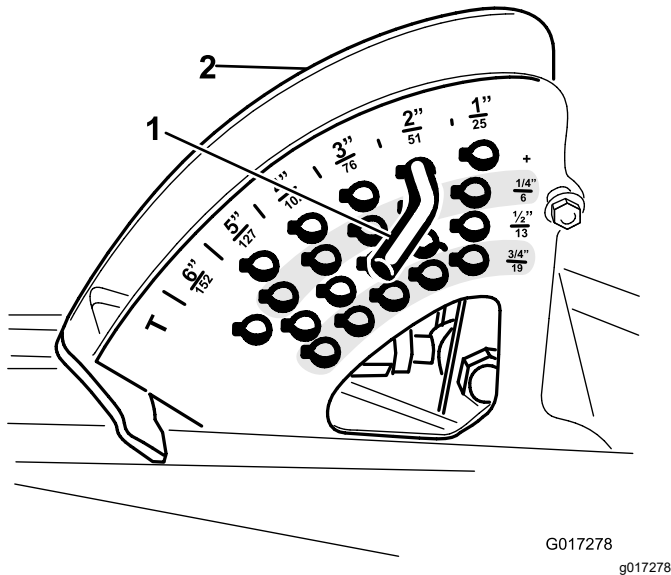

Figura 5
- Observe la posición del pasador en el soporte de altura de corte para su montaje posterior (Figura 5). Retire el pasador del soporte de altura de corte.
6. Instale el pasador de altura de corte en el soporte a la altura de corte deseada (Figura 5).